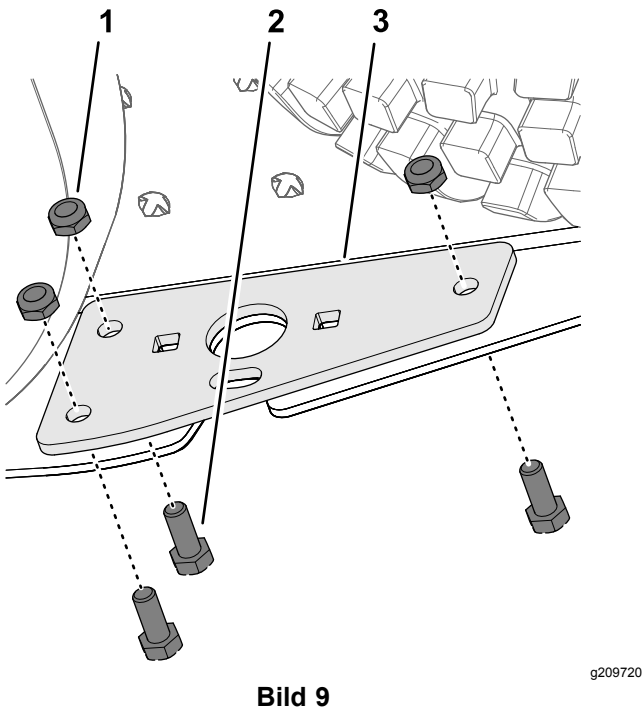

Bild 9
6. Befestigen Sie die Schwenkhalterung mit drei Sechskantschrauben (5/16" x 3/4") und drei Sicherungsmuttern (5/16") an der Fußplattform (Bild 9).